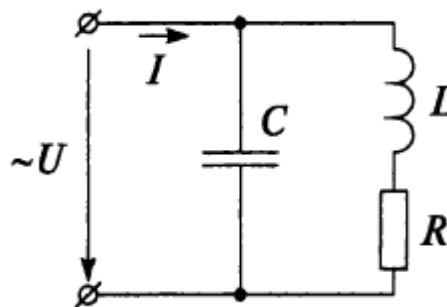

Рис. 5
15. К питающей сети с напряжением  $110 \text{ В}$  параллельно подключены конденсатор и катушка индуктивности с активным сопротивлением  $5 \text{ Ом}$  и индуктивностью  $0,02 \text{ Гн}$  (рис. 5). При частоте питающего напряжения  $120 \text{ Гц}$  в контуре возник резонанс. Определить емкость конденсатора и ток в неразветвленной части цепи при резонансе токов.